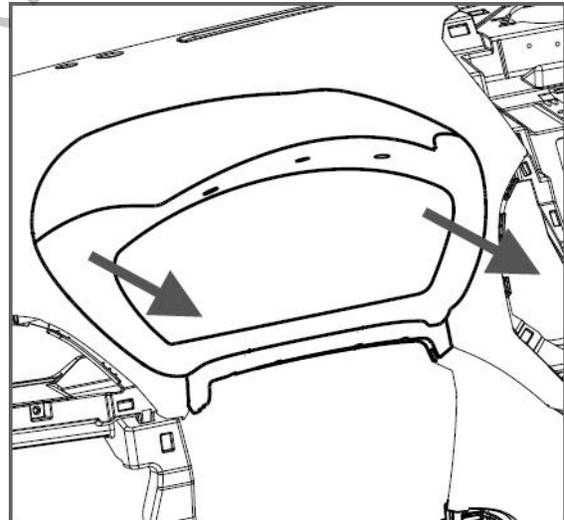

图 1.5.7 组合仪表罩总成拆卸示意图
- (1) 拆卸该产品时不建议用一字螺丝刀等工具拆卸, 会破坏产品外表面。
- (2) 双手放在图 1.5.7 所示箭头位置, 沿箭头方向缓慢拔该零件直至装配处结构都脱开。